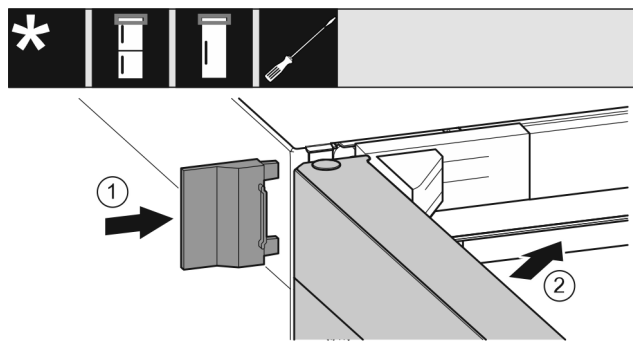

Fig. 22
- Shtyni kapakun mbulues të jashtëm Fig. 22 (1).
- Mbyllni derën lart Fig. 22 (2).